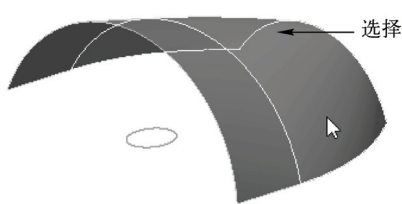

图 10-6 选择合适的曲面
STEP 02 在绘图区中选择合适的曲面,如图 10-6 所示。